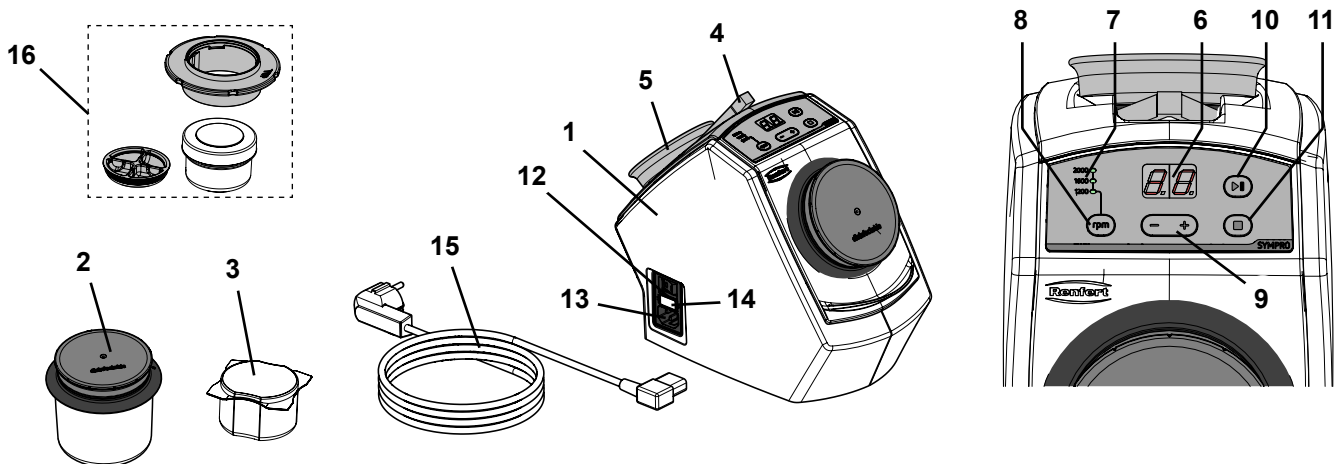

図 1
- ⇒付属のピンセットと固定マグネットを装置背面のホルダーに置きます (図 1)。
- ⇒電源コード(15, 図 1)、地域に適応するプラグを選択して下さい。
- ⇒電源コードを電源コンセント(13, 図 1)に挿し込みます。
- ⇒装置のメインスイッチをオンにして下さい ((12, 図 1)。
- ⇒洗浄容器(2, 図 1)にクリーニングピン 75 g (1パック相当)を入れます。
- ⇒SYMPRO小型容器(16、図1)に5 gのクリーニングピンを入れます。
⇒ +/- ボタン（9, 図 1）で洗浄時間を設定します（設定範囲、0~30分間）。
⇒ 回転数を、回転数選択ボタン（8, 図 1）で設定します。
◆ 回転数表示（7, 図 1）に選択された回転数が表示されます。